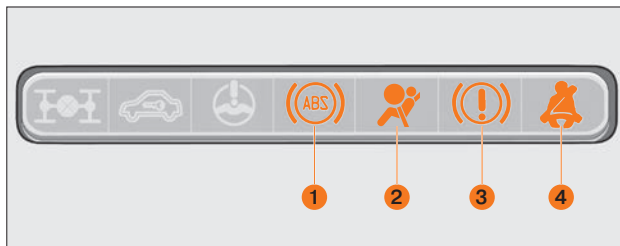

Рис. 43. Блок контрольных ламп
## БЛОК КОНТРОЛЬНЫХ ЛАМП (рис. 43)
**Контрольная лампа антиблокировочной системы тормозов (АБС) 1 (рис. 43).**
**Контрольная лампа системы пассивной безопасности 2 (рис. 43).** После включения зажигания лампа должна загореться жёлтым светом на шесть секунд и погаснуть. При выключении зажигания и включении его до истечения 15 секунд сигнализатор не включается.
**Контрольная лампа электронного распределения тормозных сил 3 (рис. 43).**
### Контрольная лампа непристёгнутого ремня 4 (рис. 43).